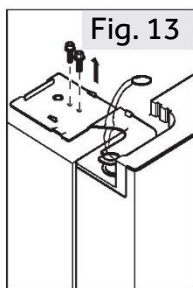

Fig. 13
3. Défaites les vis qui maintiennent la charnière supérieure en position, puis retirez la charnière (Fig. 13).